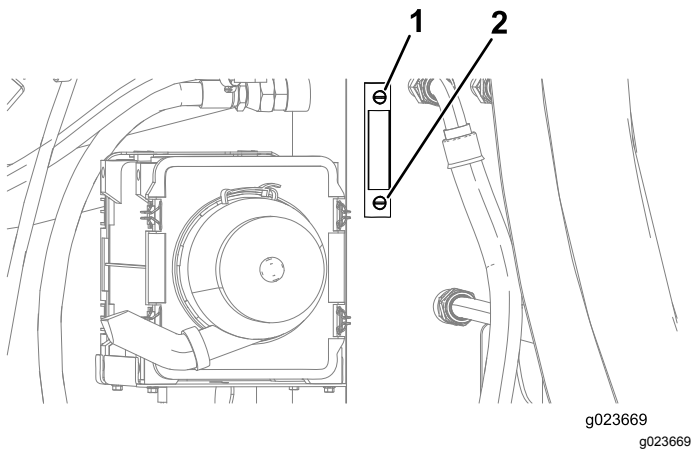
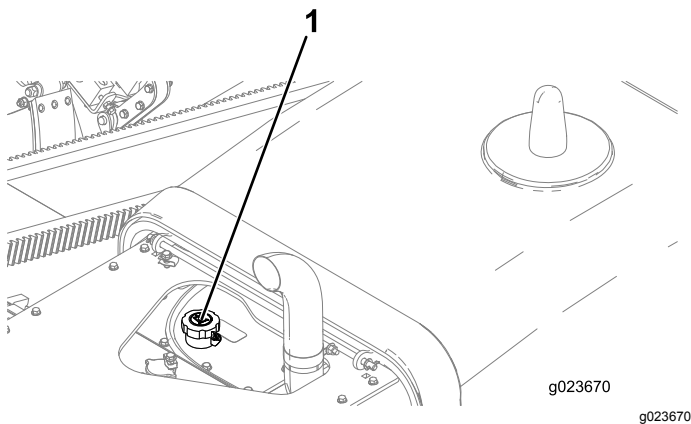

Bild 119
Bild 120
4. Lesen Sie im Schauglas am Hydraulikbehälter den Ölstand ab (Bild 119).
5. Wenn der Stand niedrig ist, nehmen Sie den Deckel des Hydraulikbehälters (Bild 120) ab und füllen Sie etwas Öl ein; warten Sie zwei Minuten, bis sich der Ölstand im Schauglas stabilisiert (Bild 119).